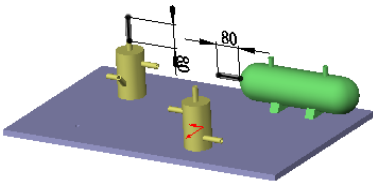

图 11.9.4 添加尺寸
Step6. 标注尺寸。在线路的起始处和终止处添加尺寸为 80.0, 如图 11.9.4 所示。